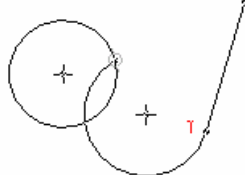

图 4.11.18 圆弧与直线相切
- 如图 4.11.18 所示，蓝色的 T 表示圆弧与直线相切。